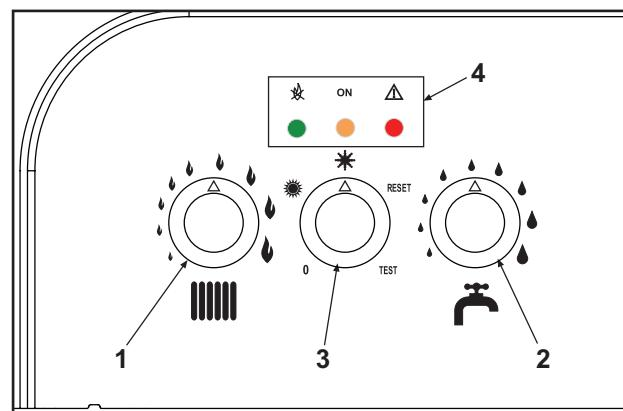

fig. 1
Durante il normale funzionamento, il controllo diagnostico della caldaia invia delle informazioni riguardanti lo stato della stessa tramite i leds (4 - fig.1):
- ruotare la manopola del sanitario (rif. 2 - fig 1) al minimo (per funzionamento a Metano) o al massimo (per funzionamento a GPL)
- ruotare la manopola del riscaldamento (rif. 1 - fig 1) al minimo e poi al massimo